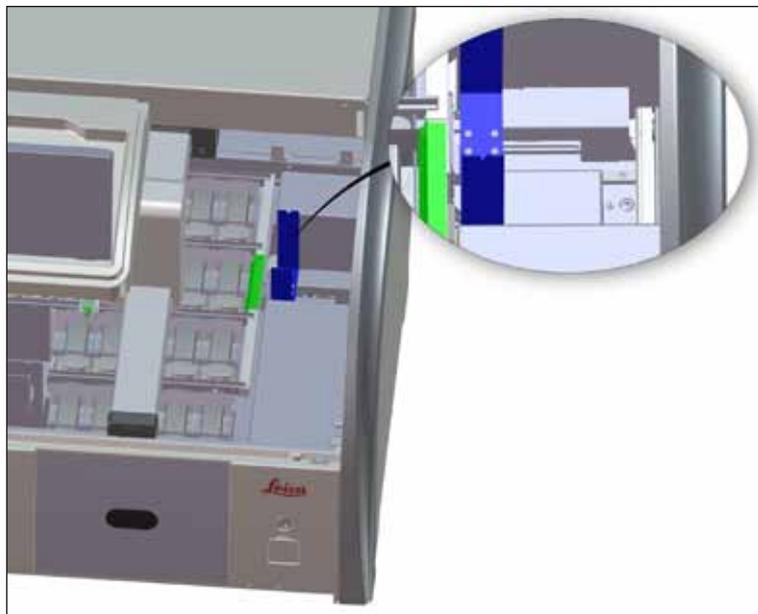

Fig. 94
- Inspeccione la estación de transferencia con regularidad (→ "Fig. 94") en busca de residuos de reactivos y, si fuera necesario, límpiela con un agente de limpieza suave con valor de pH neutro.